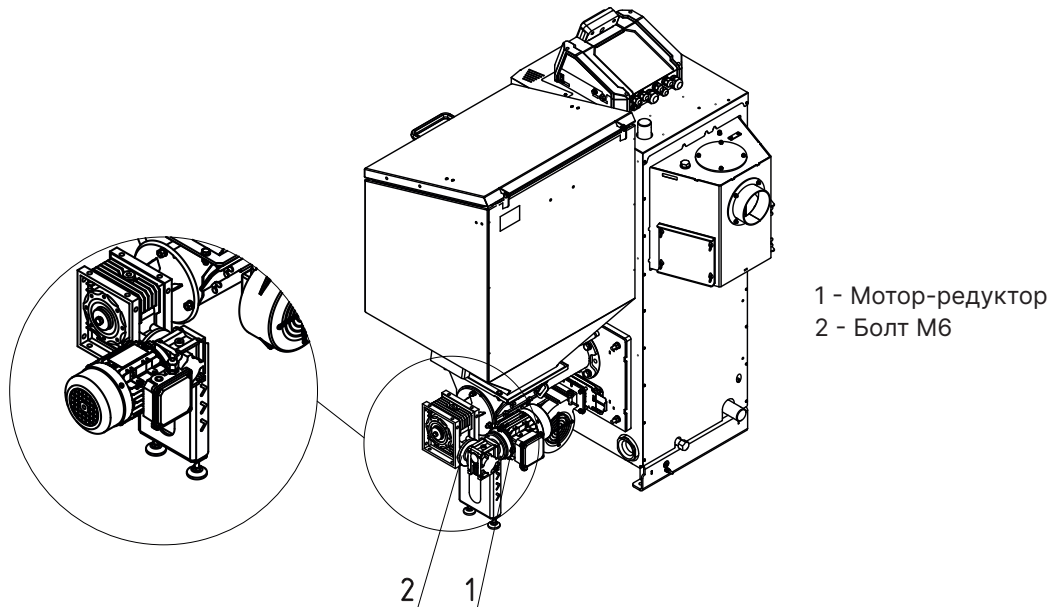

Рис.8 Изменение положения мотор-редуктора
1. Выкрутите 4 болта М6 (**Рис.8, поз.2**);
2. Снимите мотор-редуктор (**Рис.8, поз.1**);
4. Зафиксируйте мотор-редуктор болтами М6 (**Рис.8, поз.2**).